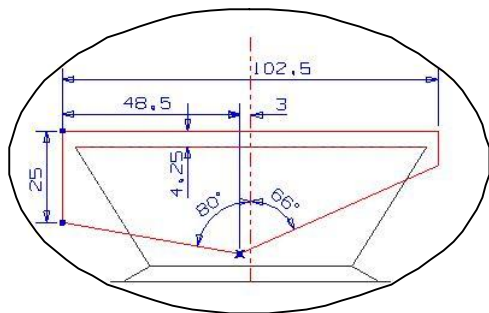

图4-13
11. 在【成形特征】工具条中单击【草图】按钮，弹出【基准平面】悬浮工具条，然后依次单击【ZC-XC】和【确定】按钮进入二维草图界面，绘制图 4-13 所示的草图轮廓。